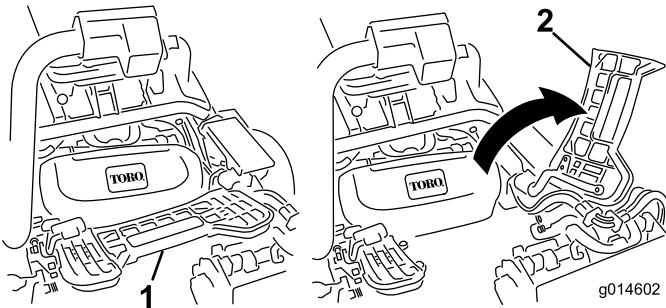

Bild 12
7. Wenn Sie das mittlere Mähwerk installieren, heben Sie es an der Fußplattform an und schwenken es nach oben, damit Sie Zugang zur Stellung des mittleren Mähwerks haben (Bild 12).